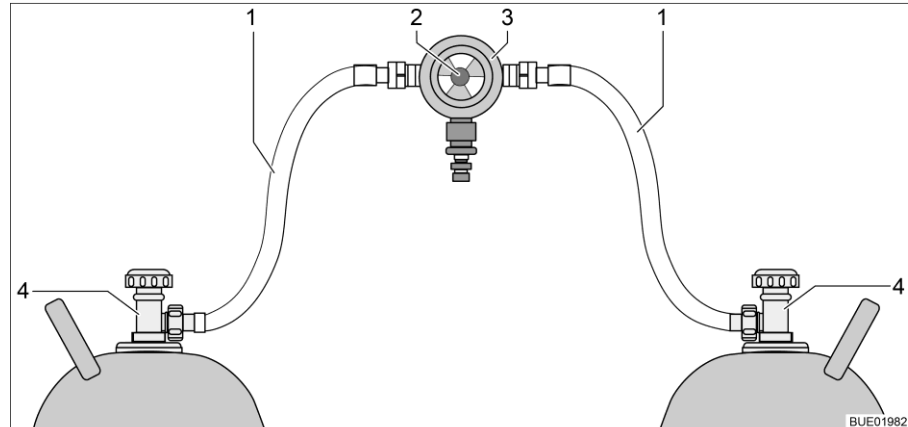
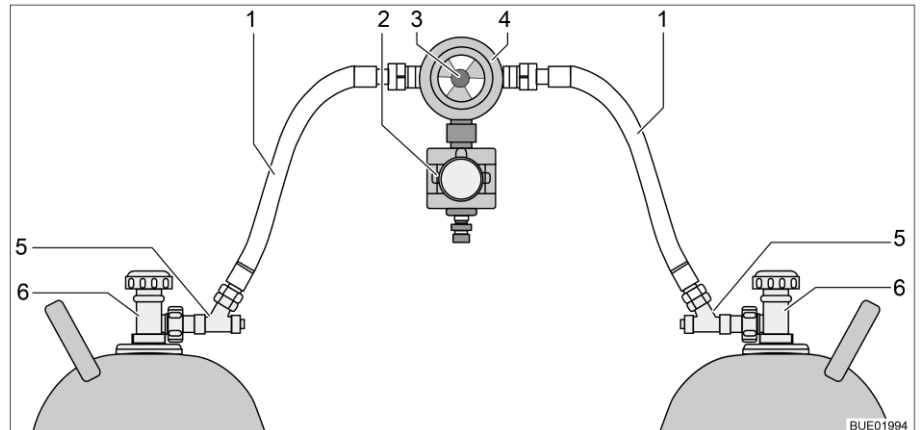

Fig. 63 Dispositif de commutation entre bouteilles de gaz
Fig. 64 Dispositif de commutation entre bouteilles de gaz avec CPU
Le dispositif de commutation entre bouteilles de gaz se compose d'un régulateur de pression du gaz combiné à une valve de commutation et indicateur (Fig. 63,3). Le dispositif de commutation entre bouteilles de gaz est monté entre les deux lyres (Fig. 63,1).
Le dispositif de commutation entre bouteilles de gaz se compose d'un régulateur de pression du gaz combiné à une valve de commutation et indicateur (Fig. 64,4) et d'une électrovanne (Fig. 64,2). L'électrovanne bloque l'arrivée du gaz au véhicule en cas de freinage brusque, d'accident ou de pente inhabituellement forte. Le dispositif de commutation entre bouteilles de gaz est monté entre les deux lyres (Fig. 64,1) avec des sécurités de rupture de tuyau (Fig. 64,5).
Le bouton rotatif (Fig. 63,2 ou Fig. 64,3), situé sur le dispositif de commutation entre bouteilles de gaz permet de définir laquelle des bouteilles de gaz est celle de service et laquelle est celle de réserve.
Seules les fonctions électriques peuvent être activées sur l'unité de commande (Fig. 65). Les robinets principaux des bouteilles de gaz (Fig. 63,4 et Fig. 64,6) doivent être ouverts ou fermés manuellement.
- Ouvrir les robinets principaux des bouteilles de gaz (Fig. 63,4 ou Fig. 64,6).
- Appuyer sur les sécurités de rupture de tuyau (Fig. 64,5) l'une après l'autre pendant 10 secondes.
- Choisir la bouteille de gaz avec le bouton rotatif (Fig. 63,2 ou Fig. 64,3) du dispositif de commutation à partir de laquelle le gaz doit être utilisé prioritairement (bouteille de service).
- Fermer les robinets principaux des bouteilles de gaz (Fig. 63,4 ou Fig. 64,6).